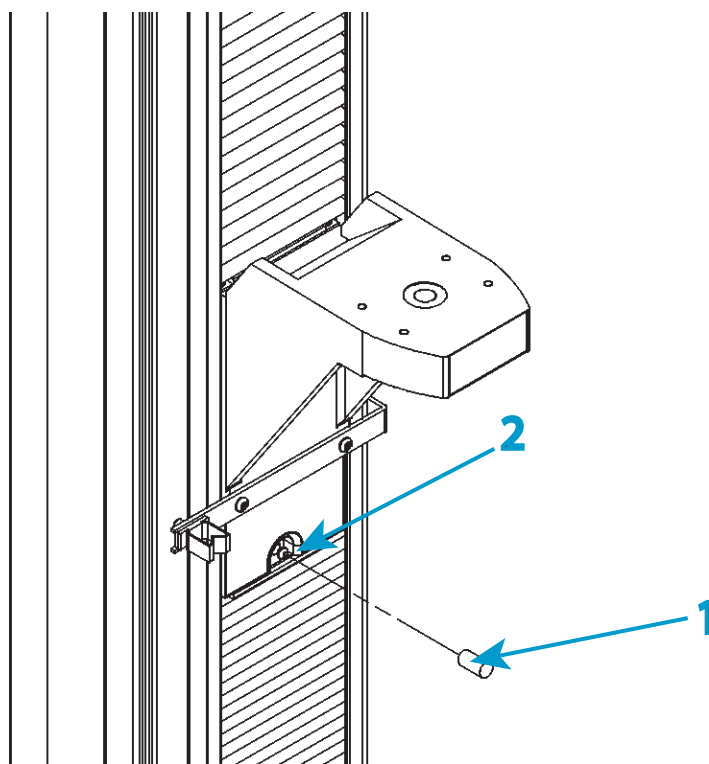
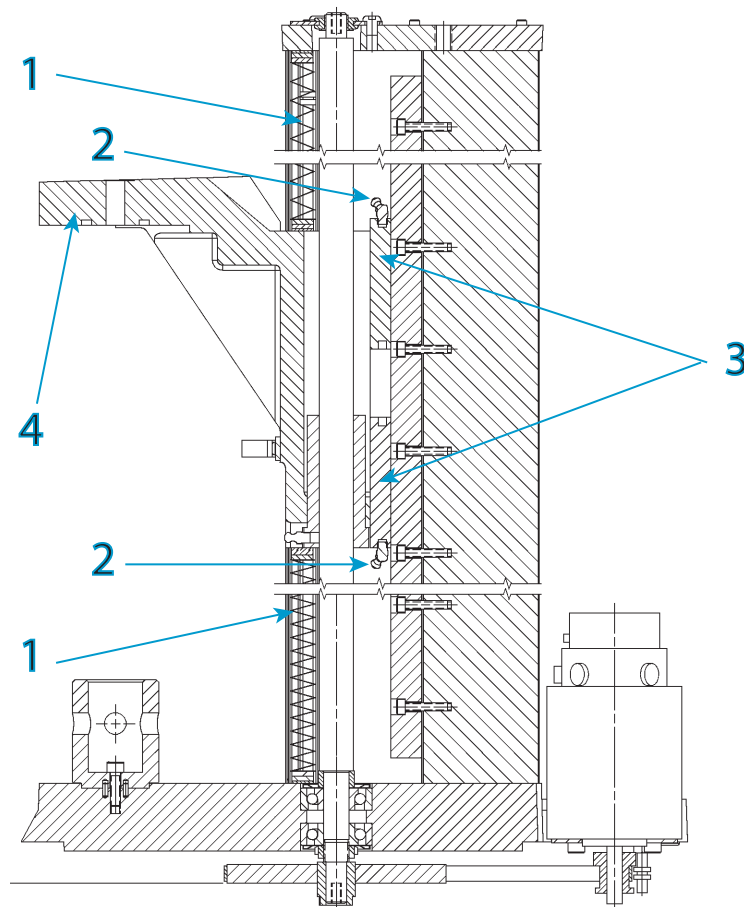

Figure 24. Lubrification de l'écrou à bille
Figure 25. Lubrification des chariots sur guide linéaire
Cette procédure s'applique au modèle 34SC-5, consultez Figure 24 à la page 128 et Figure 25 à la page 129.
Légende pour Figure 24
Légende pour Figure 25
1. Vérifiez que l'interrupteur général est sur arrêt (0) et débranchez le câble d'alimentation du secteur. Vérifiez qu'aucune LED n'est allumée sur le panneau de commande du bâti.
6. Détachez de la traverse les capots de vis à billes et faites-les coulisser hors de la traverse. L'emplacement du graisseur de chaque chariot est indiqué à la Figure 25 à la page 129.